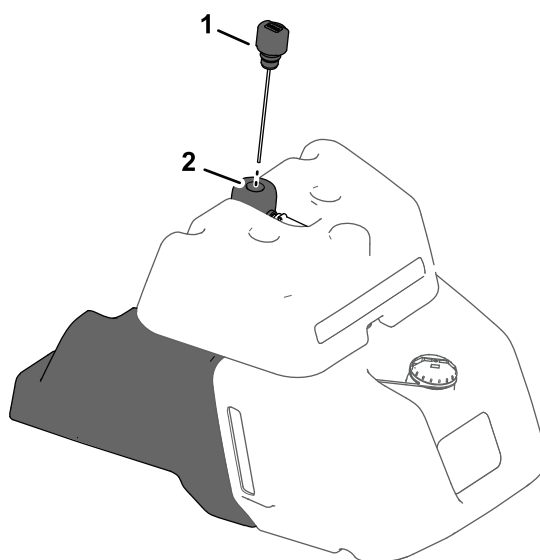

Рисунок 38
- Если на вашей машине есть смотровое окно для определения уровня топлива на боковой части топливного бака, найдите масломерный щуп гидравлической системы в верхней части гидравлического бака (Рисунок 38) и перейдите к пункту 5.